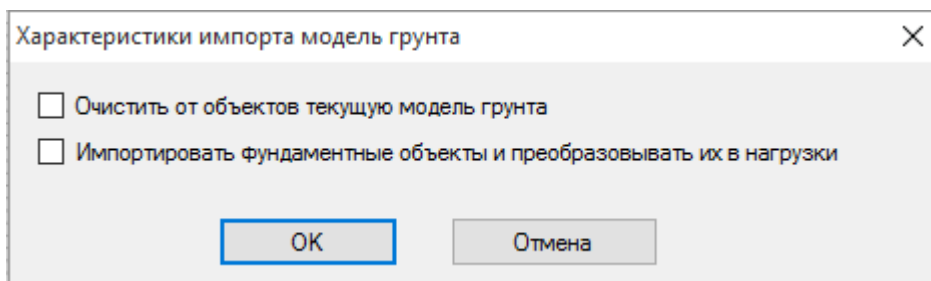

Рисунок 5.17
Нажмите в верхнем ряду кнопок **Редактора грунта** кнопку . Выберите файл для импорта *.fer. Если в файле нет данных для импорта, на этом операция закончится. В противном случае появится окно (рисунок 5.17):
- нагрузки на элементы фундаментной плиты **Pz** – только если в окне (рисунок 5.17) отмечено **Импортировать фундаментные объекты и преобразовывать их в нагрузки**.